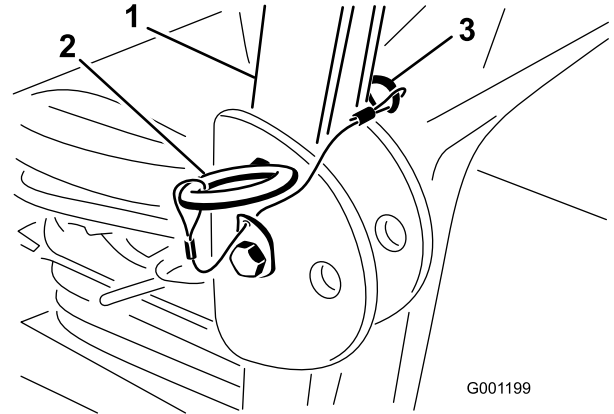

Figura 8
1. Rimuovete le coppiglie e le 2 spine dal roll bar (Figura 8).
2. Alzate completamente il roll bar e montate le 2 spine, quindi fissatele con le coppiglie (Figura 8).